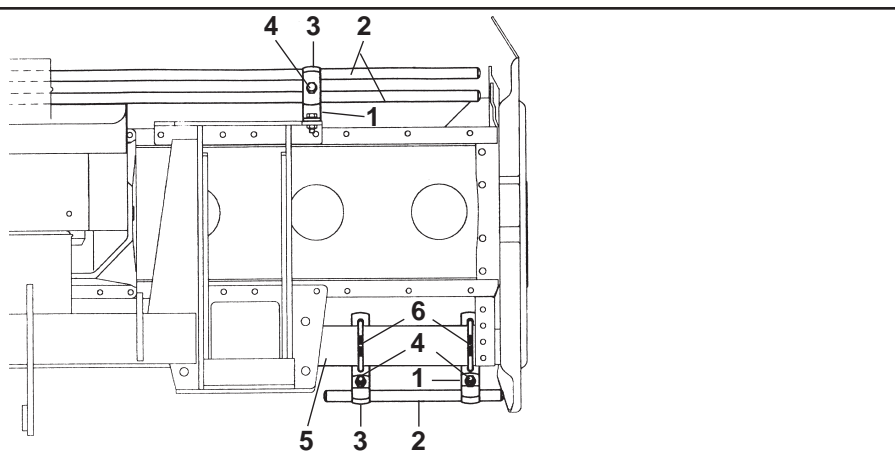

Fig. 5
- Il gruppo delle protezioni, composto dall'attacco (1 Fig. 5) che fa da fermo per i tubi (2 Fig. 5) bloccati dalla staffa
- The protection unit, consisting of the coupling (1 Fig. 5) that acts as a clamp for the pipes (2 Fig. 5) locked by the
- Die Gruppe der Schutzvorrichtungen, die sich aus dem Anschluß (1 Abb. 5),
- Le groupe des protections, comprenant l'attelage (1 Fig. 5) qui sert de butée pour les tubes (2 Fig. 5) bloqués par la
- El grupo de las protecciones, compuesto por la conexión (1 Fig. 5) que
(3 Fig. 5) e dalle viti (4 Fig. 5), è fissato al tubo quadro anteriore (5 Fig. 5) mediante i cavallotti (6 Fig. 5), e va posizionato uno a destra e uno a sinistra il più esternamente possibili.
bracket (3 Fig. 5) and by the screws (4 Fig. 5), is fixed to the square front pipe (5 Fig. 5) by the U-bolts (6 Fig. 5) and should be positioned as far outwards as possible, one on the right and the other on the left.
der zur Arretierung für die Rohre (2 Abb. 5) dient, die durch den Bügel (3 Abb. 5) blockiert werden, und den Schrauben (4 Abb. 5) zusammensetzt, wird am vorderen Vierkantröhr (5 Abb. 5) mit den U-Bolzen (6 Abb. 5) befestigt. Eine davon ist rechts und eine links, so weit wie möglich außen anzubringen.
bride (3 Fig. 5) et par les vis (4 Fig. 5), est fixé au tube carré avant (5 Fig. 5) par des crampons (6 Fig. 5). Positionner une protection à droite et une à gauche, le plus possible à l'extérieur.
funciona como bloqueo de los tubos (2 Fig. 5) bloqueados a su vez por el soporte (3 Fig. 5) y por los tornillos (4 Fig. 5), está fijado en el tubo cuadrado anterior (5 Fig. 5) mediante los pernos de U (6 Fig. 5) y debe ser emplazado uno a la derecha y uno a la izquierda lo más externamente posible.